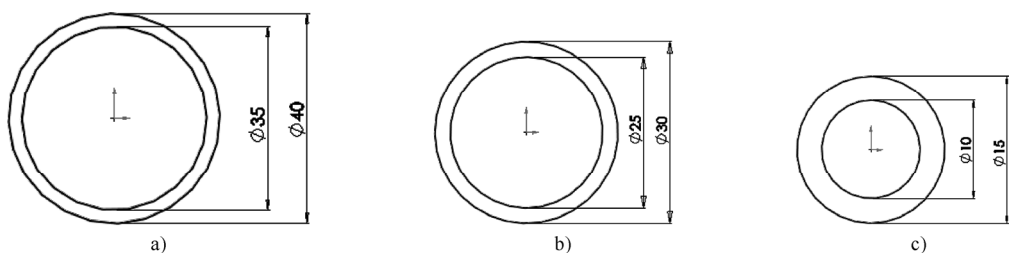

图 9-73 绘制三个结构构件的轮廓草图并将其添加到系统库中
STEP 1 首先新建一零件类型的文件，创建如图 9-73 所示的三个草图，并将其分别以“40×35”“30×25”“15×10”为文件名，以 SLDLFP 文件类型添加到系统库的“自行车”文件夹下（需新建此文件夹），作为构件轮廓。